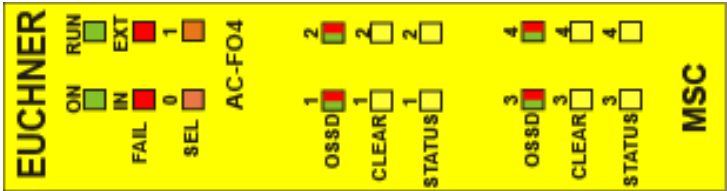

Fig. 24 :
8.3.9. Module AC-F04 (Fig. 24)